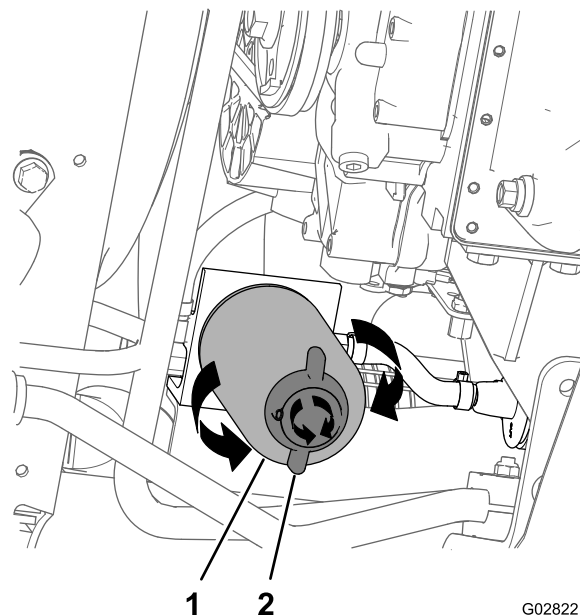

Figura 77
4. Coloque un recipiente de vaciado debajo del filtro de combustible; consulte Figura 77, en Sustitución del elemento del separador de agua \(página 64\).
2. Coloque un recipiente de vaciado debajo del filtro del separador de agua (Figura 77).
3. Gire la válvula de vaciado de la parte inferior del filtro del separador de agua en sentido antihorario (Figura 77).
4. Limpie la zona alrededor del filtro del separador de agua, y del adaptador de montaje del filtro (Figura 77).
5. Retire el filtro del separador de agua (Figura 77).
9. Asegúrese de que la válvula de vaciado de la parte inferior del filtro del separador de agua está firmemente apretada en sentido horario (Figura 77).